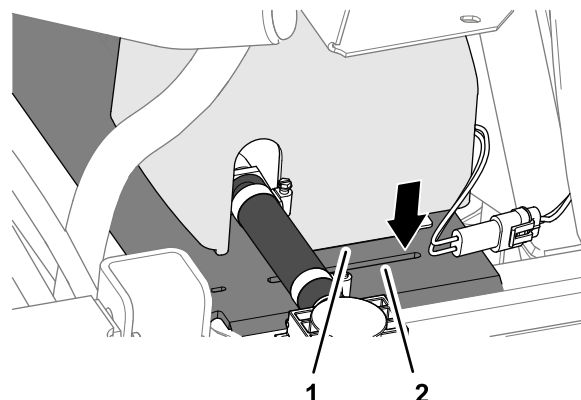

**Figure 32**
6. Placez le gaine fendue ondulée autour du flexible de 43,3 cm entre le réservoir de rinçage et la pompe du réservoir de rinçage, et fixez la gaine avec 2 serre-câbles (Figure 32).